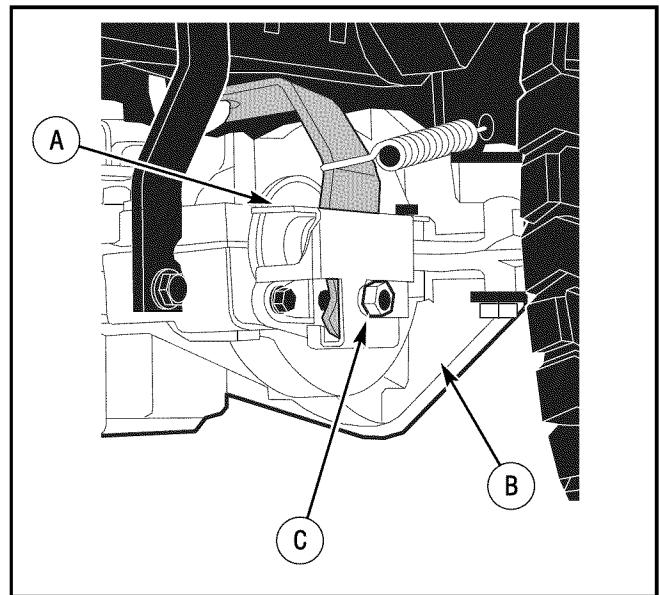

Figura 26: Ajustando la freno motor
1. La ubicación del freno de la transmisión está en el lateral derecho de la caja de cambio (Figura 26).